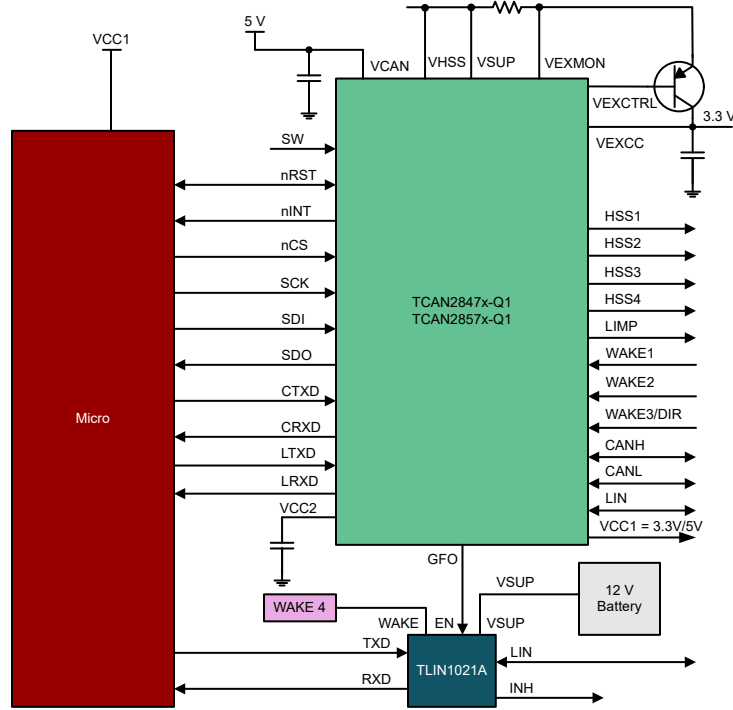

图 10-4. 通道扩展增强型 LIN 收发器
- 一个 CAN FD 收发器和两个 LIN 收发器 (使用 TCAN2847x-Q1)，并配备一个 LIN 收发器，请参阅图 10-4